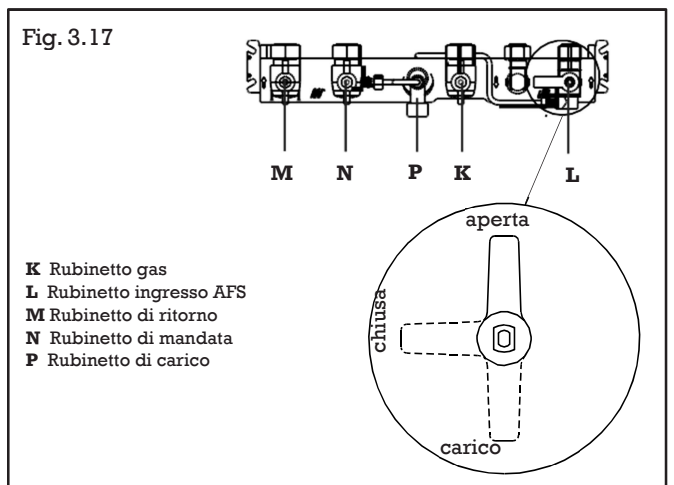

Fig. 3.17
- Lasciare il rubinetto d'ingresso acqua fredda in caldaia (L) in posizione "aperto" (manetta verso l'alto) - fig.3.17